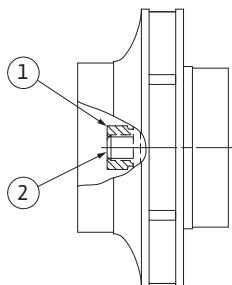

Fig. 49: Posición correcta de la tuerca de la rueda móvil después del montaje
29. Sujete el eje (ver paso 24) y apriete la tuerca de la rueda móvil con el par de apriete prescrito (ver Tab. 2 "Pares de apriete de tornillos"). La tuerca (Fig. 49, Pos. 1) tiene que estar a nivel del extremo del eje, aproximadamente en  $\pm 0.02$  in ( $\pm 0.5$  mm) (Fig. 49, Pos. 2). Si esto no fuera el caso, afloje la tuerca y repita los pasos 25 a 29.